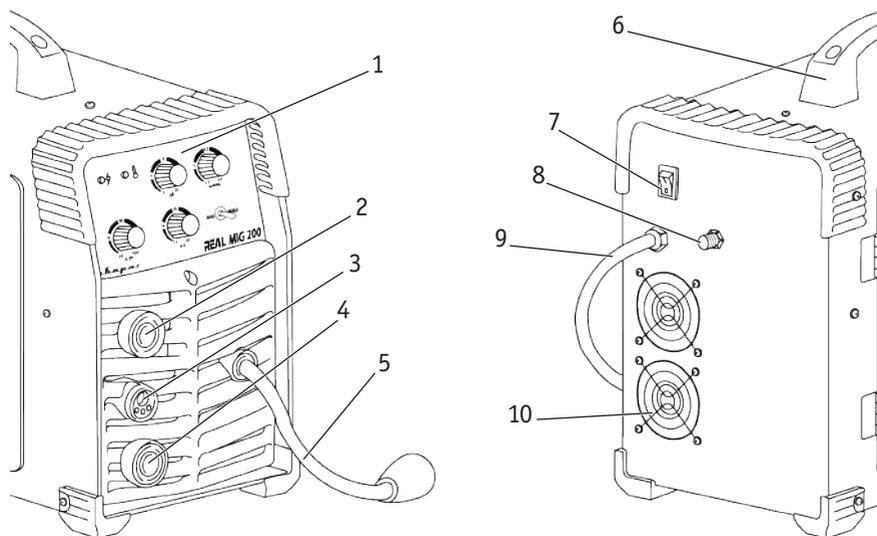

Рис. 6.1. Вид спереди и сзади.
2. Подсоедините газовый шланг к газовому разъёму аппарата п. 2 (См. рис. 6.1 и рис 9.3) и к газовому редуктору, присоединённому к баллону. При подключении баллон и редуктор должны быть закрыты. Система газоснабжения, состоящая из газового баллона, редуктора и газового шланга должна иметь плотные соединения (используйте винтовые хомуты), чтобы обеспечить надёжную подачу газа и защиту сварочного шва.